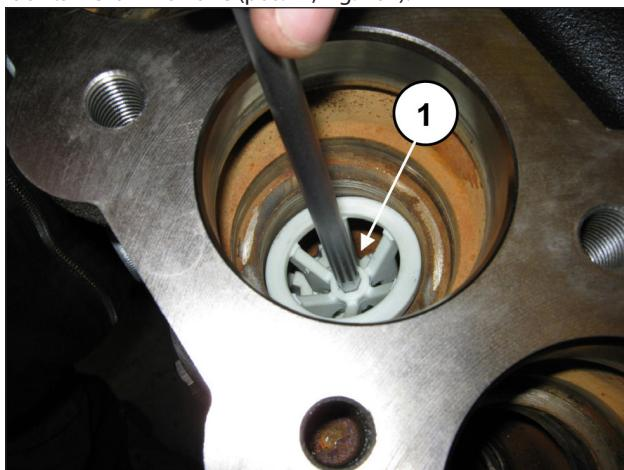

Fig. 102
Estrarre il distanziale guida valvola inserendo una chiave esagonale da 8 mm nell'apposita sede e facendo leva per facilitarne la rimozione (pos. ①, Fig. 102).